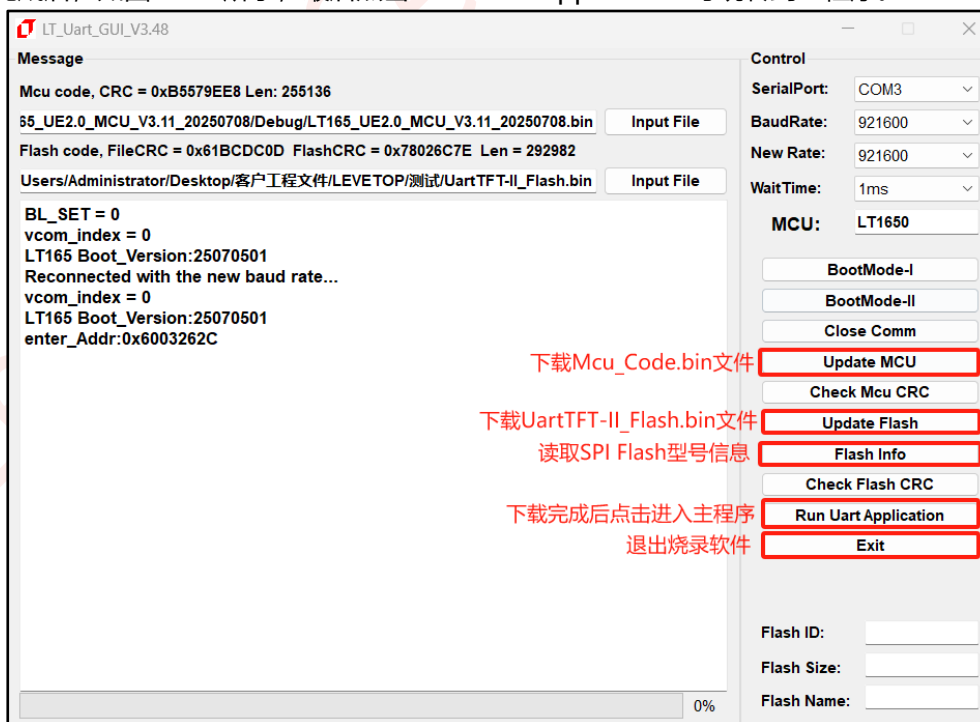
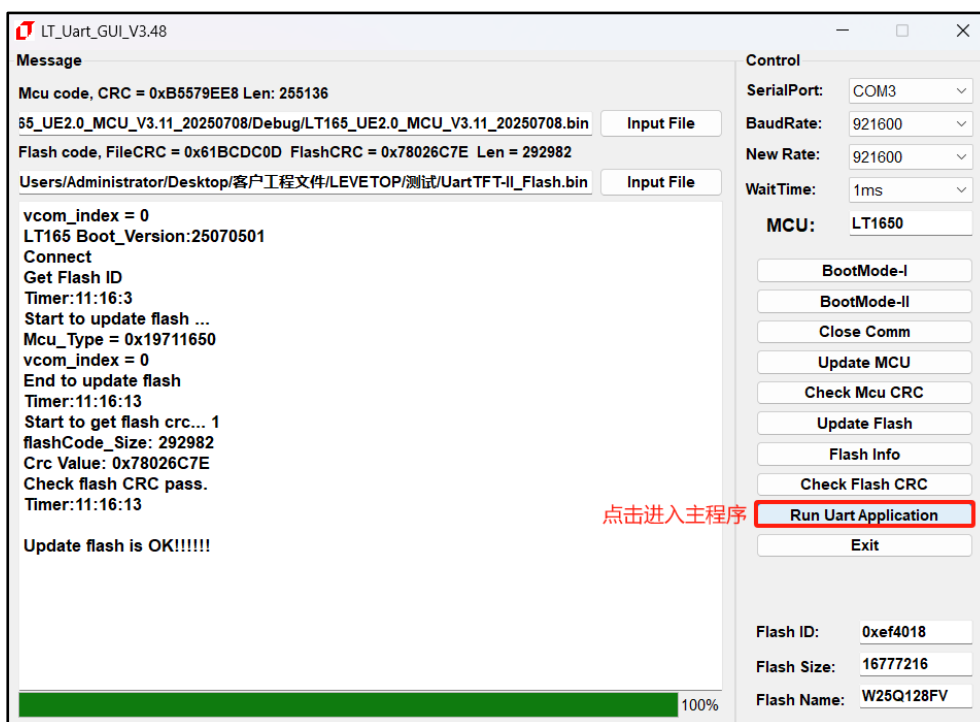

图 16-7：串口升级软件界面说明
图 16-8: 点击进入主程序
3、打开 LT_Uart_GUI_Vxxx 软件后，检查 COM 口和 BaudRate 是否对应，点击 Open Comm。然后选择对应的端口，点击 Input File 添加需要烧录的 MCU_Code.bin 和 UartTFT_Flash.bin 工程文件，需确保 BaudRate 为 115200，再点击 Open Comm 打开口连接。BaudRate 若不是 115200 则无法连接，建立连接后软件自动将下载速度调整至 921600。然后点击软件右侧 Update MCU 或者 Update Flash 进行更新，如图 16-7 所示。更新完成后，如图 16-8 所示，最后点击 Run Uart Application 可跳转到主程序。